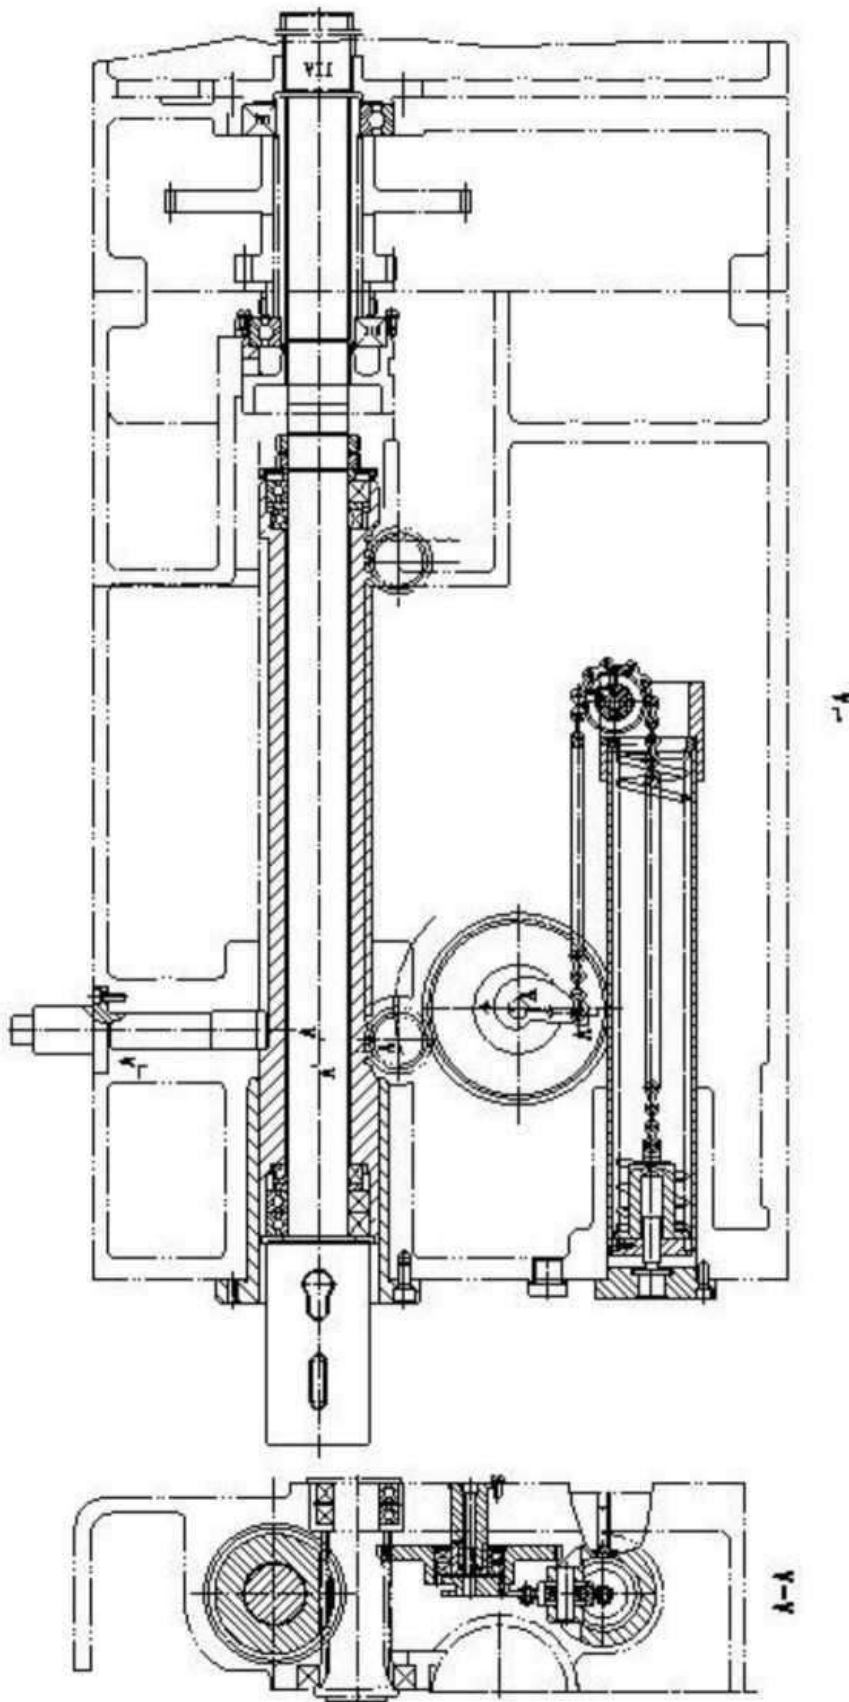

Рис. 10-8 Механизм уравнивания
(4) Регулировка силы уравнивания шпинделя (Рис. 10-8)